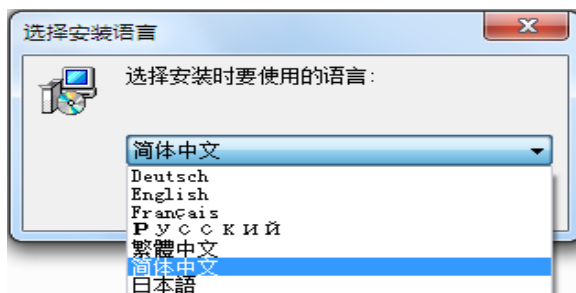
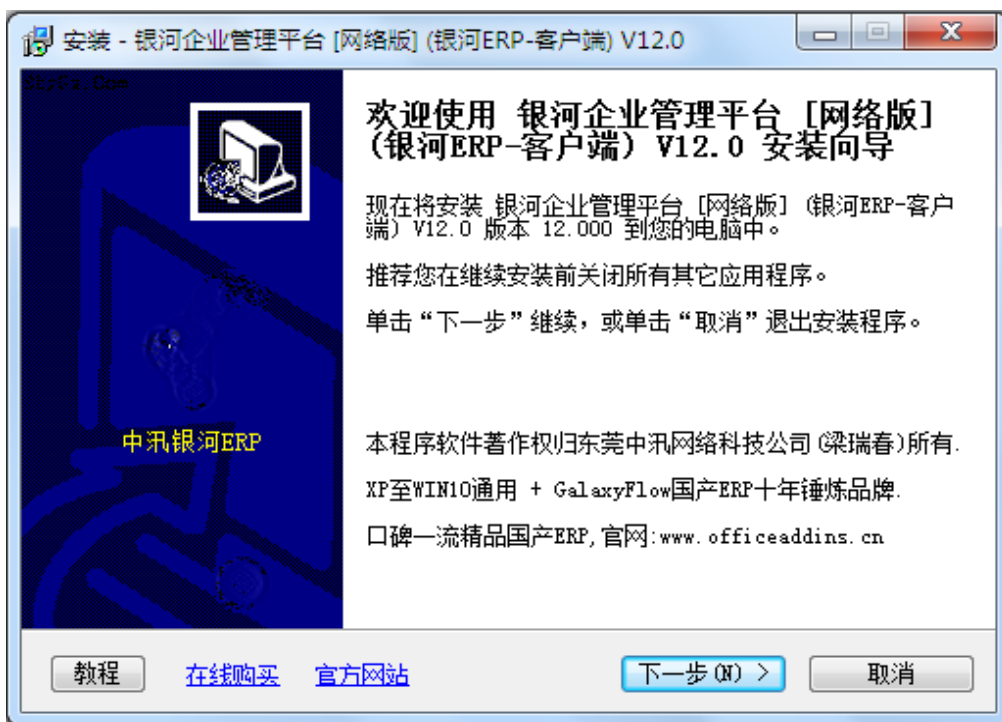

图 11
图 12
1. 执行 runtime 文件夹中的 Client.exe 文件，出现如图 11 的画面，图 11 画面执行完成后，会自动出现如图 12 的画面。这一步可以选择默认的安装语言即可。
2. 在图 11 中点击“Next (下一步)”，进入如图 12 的画面。